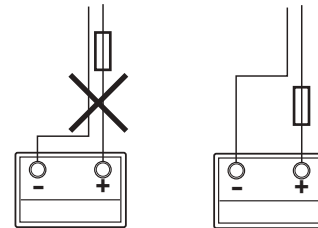

Fig. 49
- I due cavi al polo positivo e al polo negativo devono essere posati separatamente fino al fusibile nel conduttore positivo (Fig. 49).